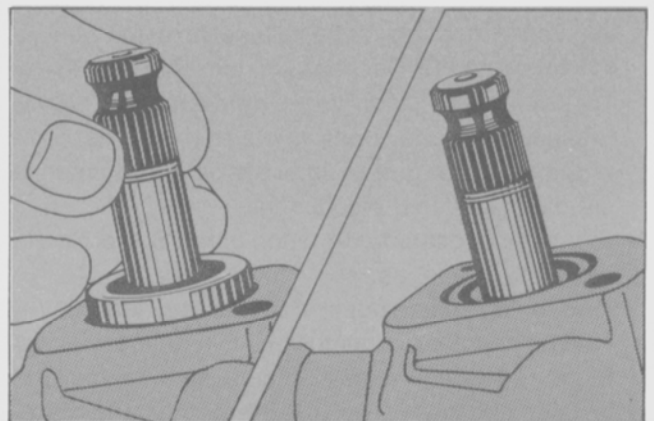

Fig. 12 - Instalación del conjunto de piñón y cojinete superior.
- Colocar el cojinete superior en el eje del piñón e instalar el conjunto en el alojamiento de la carcaza. El estriado del piñón tiene una estría flanqueada por dos zonas lisas: esta estría debe apuntar, al final del armado, hacia el extremo que se acoplará a la rueda derecha del vehículo. (Fig. 12).